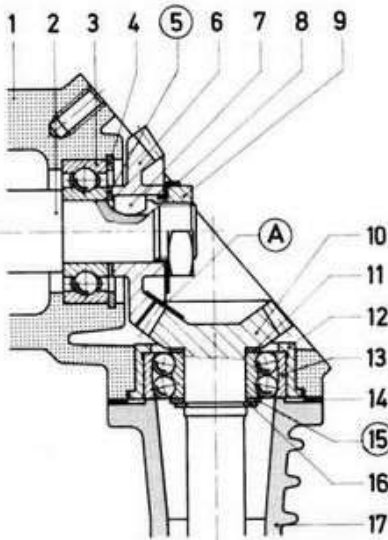

Fig. 15
(Fig. 15, 16 und 19)
(Fig. 15, 16 et 19)
- 2° Die geschliffenen Kontrollflächen der Kegelräder müssen sich auf gleicher Ebene befinden (Fig. 15)
- 2° Les surfaces de contrôle meulées doivent se trouver dans un même plan (voir fig. 15)